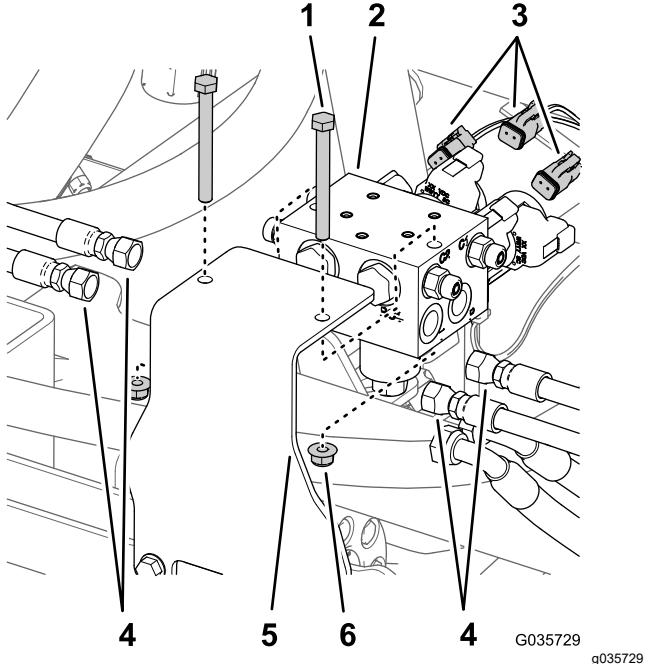

Figura 12
- Rotule todas as tubagens ligadas ao coletor do cilindro de elevação (portas C1, C2, C3 e C4) e desligue-as do coletor do cilindro (Figura 12).
- Desligue os conectores da cablagem traseira dos solenoides do coletor do cilindro de elevação (Figura 12).
- Retire o coletor do cilindro de elevação do suporte de montagem removendo 2 parafusos e 2 porcas de bloqueio (Figura 12).